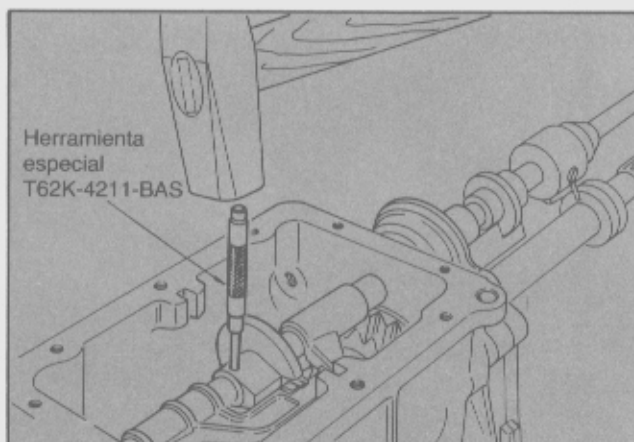

Fig. 17 - Extracción del fijador del selector principal.
- Extraer la espiga elástica que fija el selector principal a la varilla (Fig. 17).